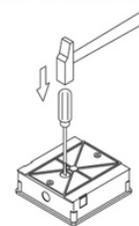

Fig.1
- 1 - Percer l'arrière du boîtier comme indiqué fig.1.